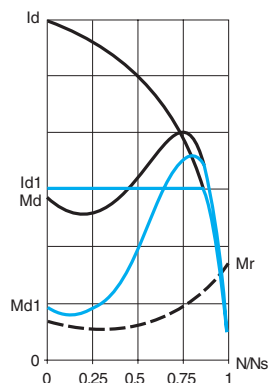

Figura 1
■ La figura 1 muestra la evolución del par en función de la corriente de arranque. La limitación de la corriente de arranque I_{d1} al valor predeterminado I_{d1} , reduce el par de arranque M_{d1} en una relación prácticamente igual a la relación del cuadrado de las corrientes I_{d1} e I_d .